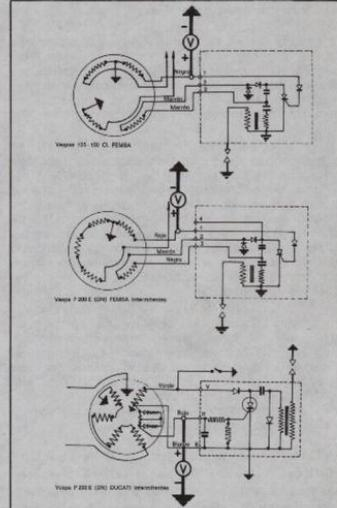

Fig. 17 Control de la tensión de disparo
— Conectar el borne positivo del aparato de medida al cable de disparo [rojo (R) en el equipo DUCATI, rojo (1) en el equipo FEMSA con intermitentes, negro (1) en el normal] y negro a masa (Fig. 17).